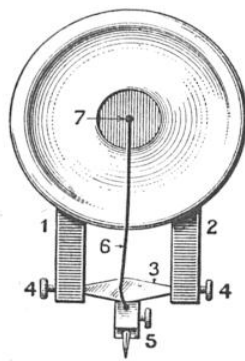

FIG. 1. — VUE DE FACE DU PICK-UP
Voici donc comment procède notre correspondant. Il prend un écouteur de T. S. F. du type à carter en duralumin, auquel il ajoute (fig. 1) (le premier horloger venu peut le faire, si vous n'êtes pas habitué à de semblables petits travaux) deux pattes (1 et 2), fixées à la partie inférieure par un petit taraudage. Au moyen de deux vis (4), une sorte de bécot d'acier (3) est serré à frottement doux entre les deux